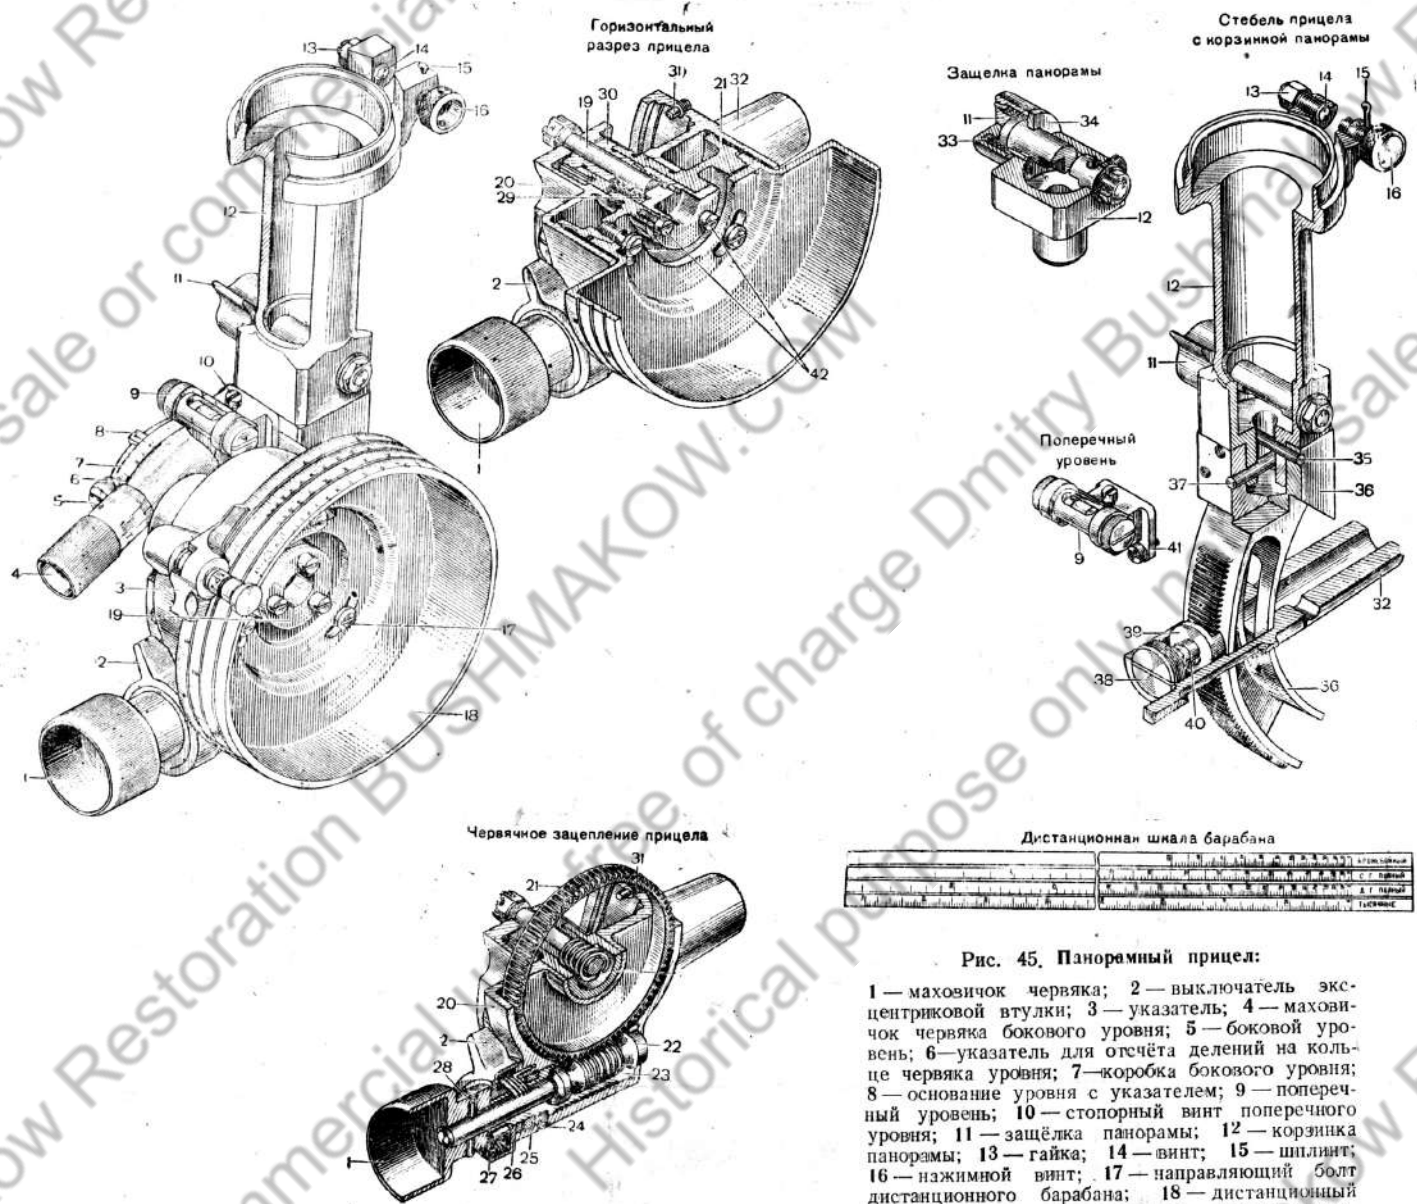

Рис. 45. Панорамный прицел:
Корпус прицела 20 (рис. 45) входит своим патрубком в гнездо сектора 13 механизма поперечного качания (рис. 46). Патрубок корпуса затягивается затяжным валиком 5 при помощи маховичка 1.
На корпусе прицела снаружи имеются дуговые направляющие, в которых перемещается стемпель прицела. К корпусу прицела приварен кронштейн оси указателя 3 (рис. 45).
Поперечный уровень 9 (рис. 45) служит для установки прицела в вертикальной плоскости и для устранения влияния наклона оси вращения фермы, если машина имеет поперечный наклон.
В зацеплении с зубцами стебля прицела находится шестерня червячного колеса и шестерня 30 (рис. 45), надевая на ось 19.
- а) отверткой вывинтить винты 31, 38 (рис. 45);
- а) отверткой вывинтить ограничительный винт 24 (рис. 45) и рядом стопорный винт (на рисунке не показан); выколоткой выбить штифт 28;
2. Вставить стебель прицела в корпус, ввинтить ограничительный винт 31 (рис. 45) и собрать прижим.